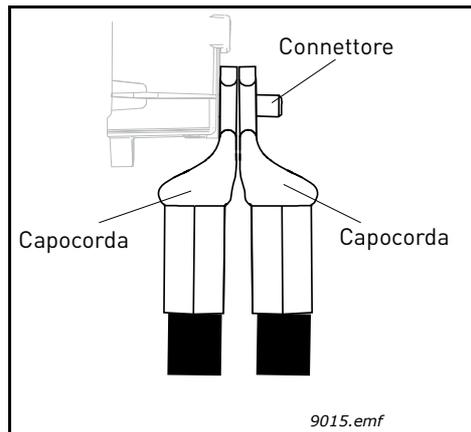

Figura 35. Posizionamento di due capocorda uno sull'altro
- **NOTA:** Se si utilizzano diversi cavi su un connettore, notare la posizione dei capicorda uno sull'altro. Vedere la Figura 35 sotto.